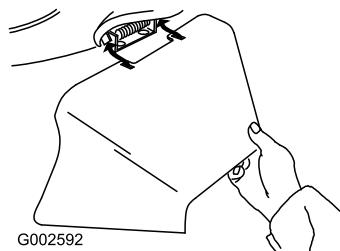

Figure 42
- Montez l'éjecteur latéral et rabattez le volet sur l'éjecteur (Figure 42).